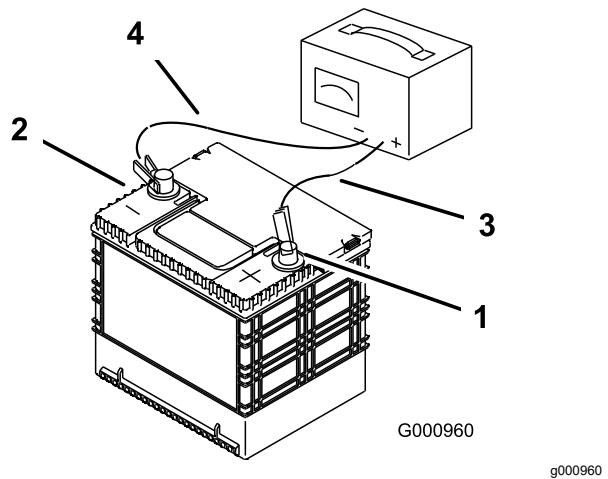

Figure 75
- Quand la batterie est chargée au maximum, débranchez le chargeur de la prise, puis débranchez les fils du chargeur des bornes de la batterie (Figure 75).